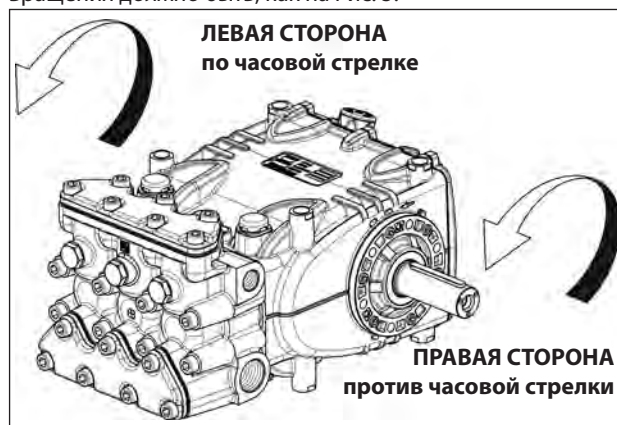

Рис. 5
Если стоять лицом к головке насоса, то направление вращения должно быть, как на Рис. 5.
**ПРИМЕЧАНИЕ** На Рис. 5 изображена правосторонняя версия.